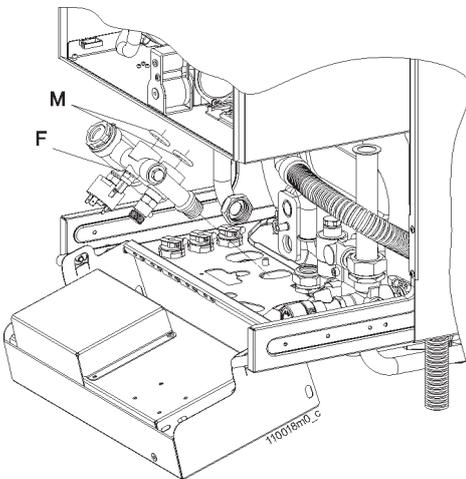

Abbildung 53 - Ausbau des Wegeventils
- Den gesamten Block des Wegeventils „F“ nach außen ziehen. Hierbei auf die Dichtungen „M“ achten (siehe Abbildung 53);